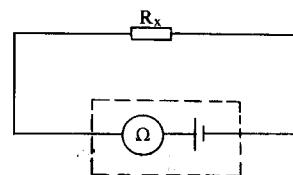

图 1—1—4 万用表测量
(1) 万用表在使用电阻挡的时候，测量原理如图 1—1—4 所示，仪表内部电源的负极和红表笔 (+) 插孔相连，内部电源的正极和黑表笔 (-) 插孔相连。
(2) 用电阻挡测量电阻时，每次变换挡位后，均应校零。方法是：将万用表的两表笔短接在一起，然后旋动指针回零调整钮，使指针指示在零的位置上。如果无论怎样调，指针都无法指示在零的位置上，则应该更换万用表的干电池。